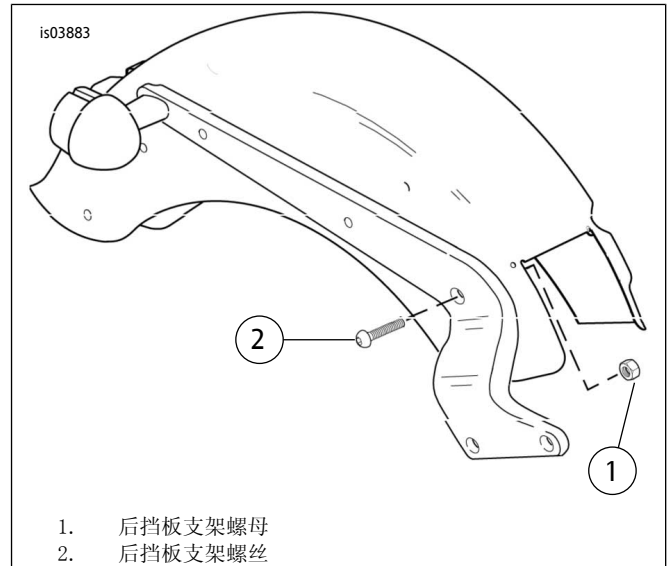

图1。拆卸五金件
3. 参见图1。从后挡板支架指示位置(紧靠前座椅后部)拆下螺母(1)、座椅带支架(如配备)和直径为3/8英寸的螺栓(2)。丢弃螺栓，但保留螺母待用。此处为边箱护罩上部的安装位置。
7. 参见图1。拧紧固定边箱护罩顶部凸缘（参见步骤4）的螺母（1）至27-37牛米（21-27英尺磅）。将边箱重新安装至摩托车（如配备）。如果尚未连接边箱重新定位支架，使用重新定位支架套件中的紧固件将其松开端固定至边箱支架下部叉腿。重复步骤1-7在摩托车另一侧安装边箱护罩。